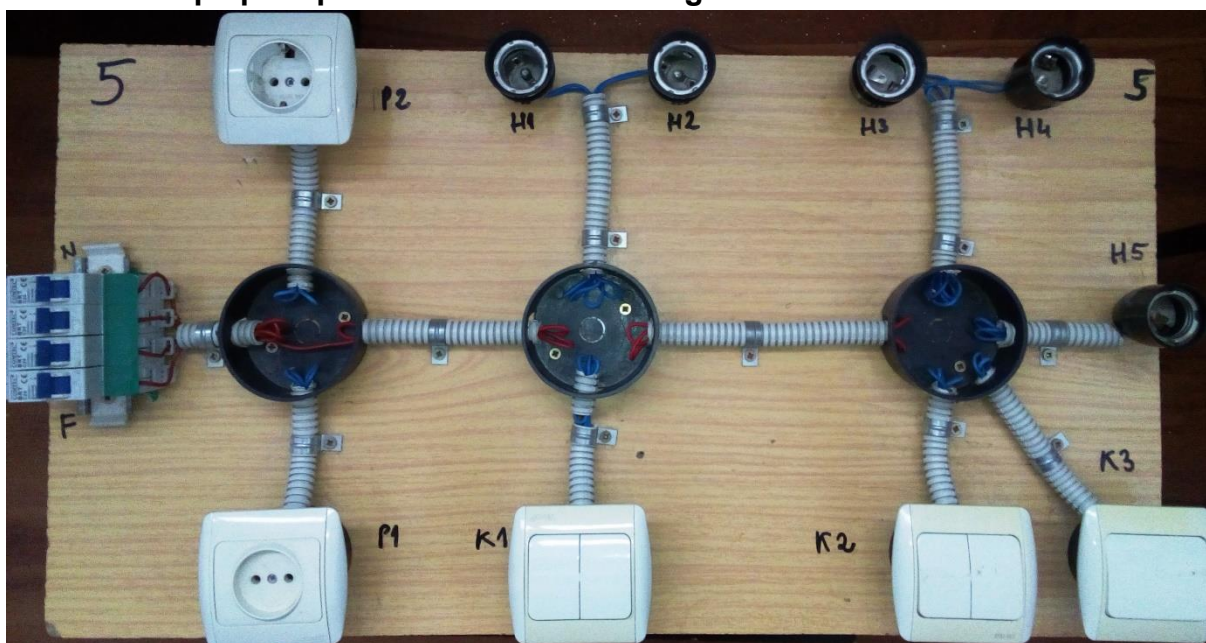

Figura 1.5 Panoplie demonstrativă cu instalație de iluminat și prize
1. Întocmirea schemei monofilare pentru instalația de iluminat și prize de pe panoplia demonstrativă din figura 1.5